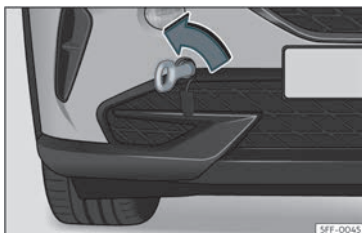

Fig. 44 Part dreta del para-xocs davanter: argolla de remolc enroscada.
- Enrosqueu l'argolla de remolc a l'allotjament girant-la al màxim **en el sentit contrari al de les agulles del rellotge**»» **fig. 44** »» ❶. Utilitzeu un objecte adequat amb el qual pugueu enroscar completament i fermament l'argolla de remolc en el seu allotjament.
❶ COMPTE!